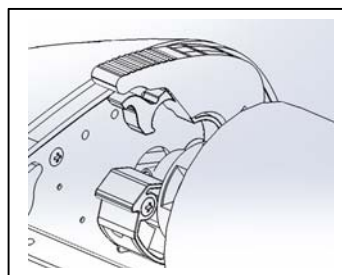

Figura 9
- N. **SOPORTES DE PELÍCULA:** El suministro de película EZLoad se coloca en los soportes de la Pinnacle 27 EZload (figura 9).